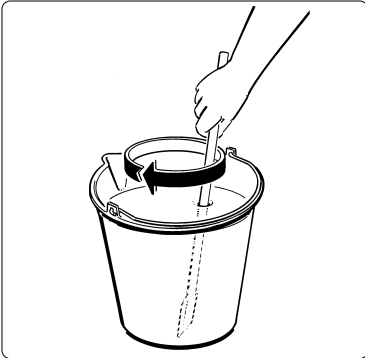

Fig. 3
- a) Dans un récipient à part, allongez le produit avec de l'eau et mélangez-le en suivant les indications du producteur (voir la fig. 3).